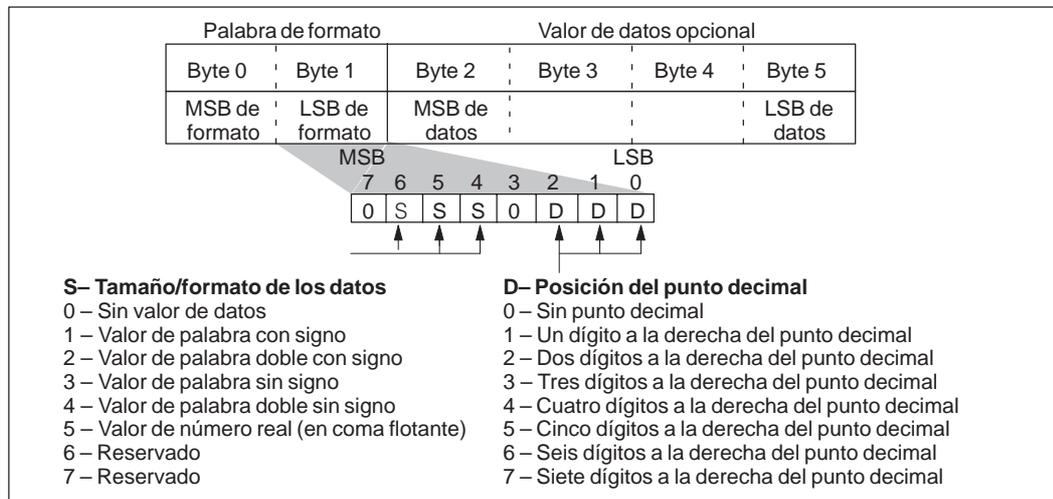

Figura D-18 Valores binarios del byte 1 de la palabra de formato
El byte menos significativo de la palabra de formato indica el tamaño y el formato de los datos, así como la posición del punto decimal en un valor visualizado. La selección de si un valor va precedido o no de un signo afecta al margen de edición del mismo. Los valores sin signo se utilizan únicamente para los números positivos. Los valores con signo pueden ser números positivos o negativos. La figura D-18 muestra la posición de los bits para el tamaño y el formato, así como para el punto decimal en el byte 1 de la palabra de formato.
- Los valores reales (en coma flotante) se visualizan con el número de posiciones decimales que se haya indicado (v. fig. D-18). El valor se redondea a la precisión determinada. Por ejemplo, si se especificó una sola posición decimal para el valor 12.567, el TD 200 visualizará “12.6”.
Por lo que respecta a los números reales (en coma flotante), el TD 200 utiliza hasta 20 dígitos para representarlos. (Ello incluye la cantidad de posiciones decimales que se indicaron en la palabra de formato. Véase la figura D-18.) Si un número no se puede visualizar con la cantidad de dígitos disponibles, el TD 200 visualizará "eeeeee" para dicho valor.